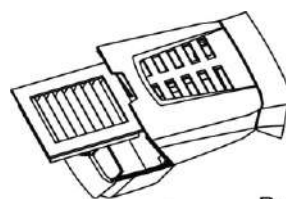

Рис. 4
3. Извлеките фильтрующий элемент (рис. 4)